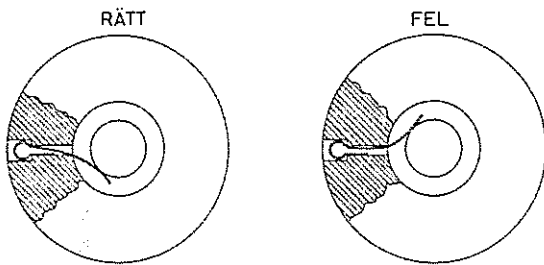

Bild 85. Släpkontakternas anliggning
- att vevaxeln träs in på rätt sida om släpkontakterna i kåphalvorna. Se bild 85. Byt släpkontakterna om de är slitna.